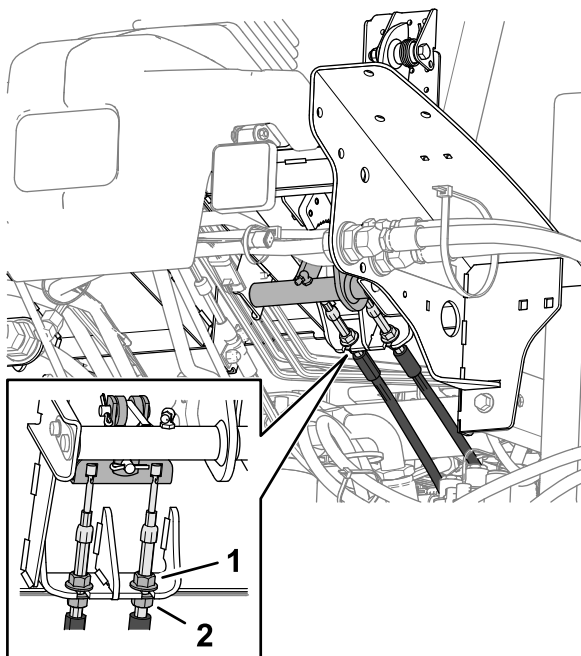

Figure 144
5. Pour réduire la garde à la pédale de frein, desserrez les écrous de blocage avant sur l'extrémité filetée de chaque câble de frein (Figure 144).